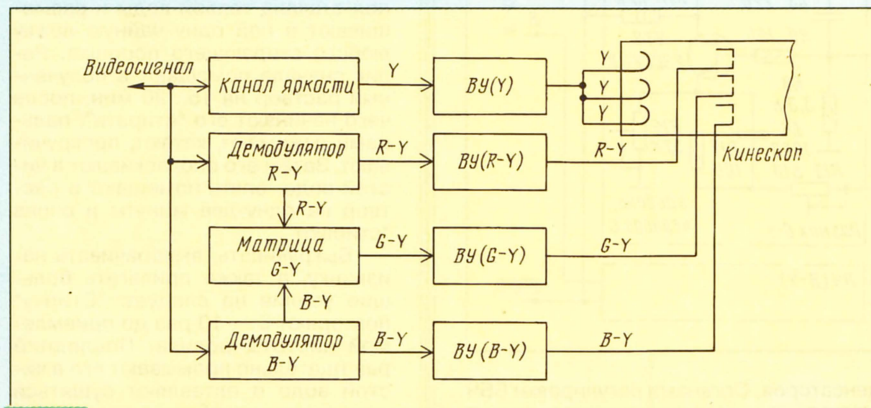

Рис. 1
**Формирование сигналов R, G, B в кинескопе** использовали в первых отечественных цветных телевизорах ("Рекорд-102", "Рубин-401", "Радуга-701", а затем и во всех модификациях УЛПЦТ). Как показано на структурной схеме, изображенной на рис. 1, на соединенные вместе катоды кинескопа поступал яркостный сигнал Y, а на модуляторы — цветоразностные R-Y, G-Y, B-Y. Одновременное воздействие ярко-